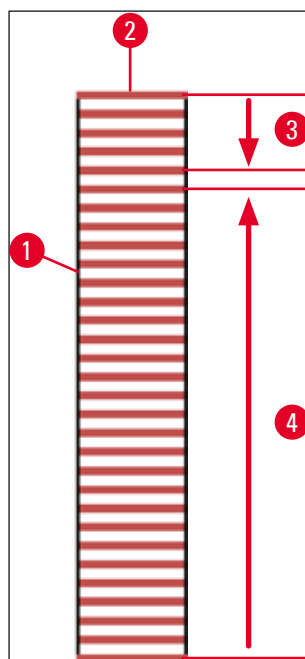

Fig. 74
Per impedire che i vetrini si asciughino durante l'elaborazione, i vetrini coprioggetto vengono sempre applicati prima ai primi 5 vetrini. Quindi il portavetrini si sposta verso l'alto e continua l'operazione di montaggio dall'ultimo vetrino nel portavetrini (→ Fig. 74).
- La visualizzazione schematica (→ Fig. 74) di un portavetrini (→ Fig. 74-1) con i vetrini utilizzati (→ Fig. 74-2) mostra la sequenza di elaborazione.